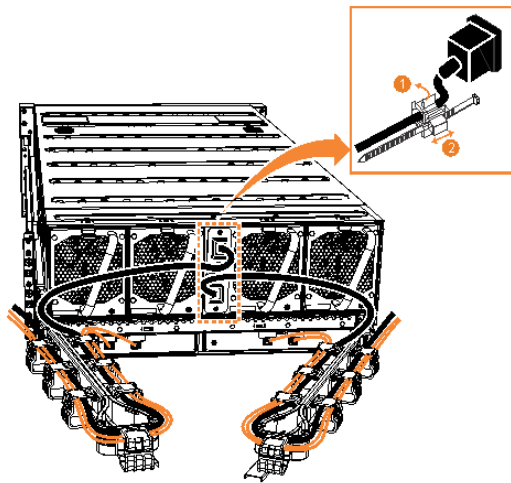

Figure 139. Fixation des câbles d'alimentation
2. Fixez les câbles d'alimentation dans le dispositif de retenue des câbles à chaque connecteur d'alimentation à l'arrière du boîtier, comme cela est présenté dans la Figure 139, à la page 126. De plus, veillez à installer chaque câble le long de l'un des bras de routage des câbles. Les bras de routage des câbles acceptent également les câbles SAS.